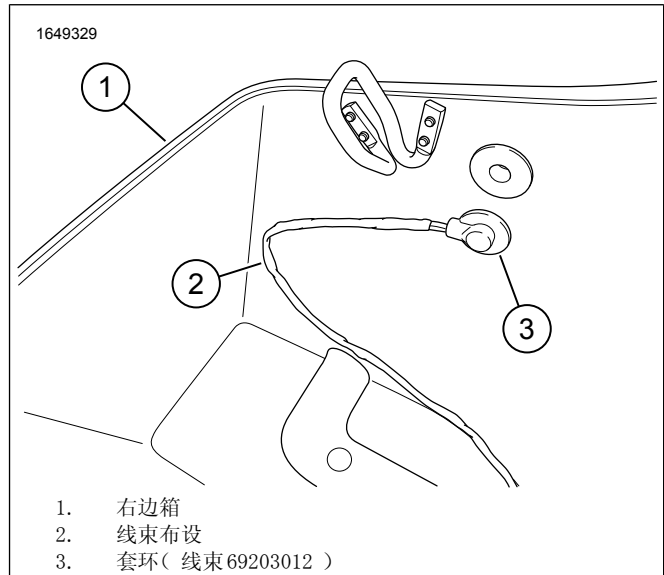

图17。右边箱线束布设
- a. 参见图17。旋转套环，直到完成正确的线束布设。
- a. 参见图 17。旋转套环，直到完成正确的线束布设。